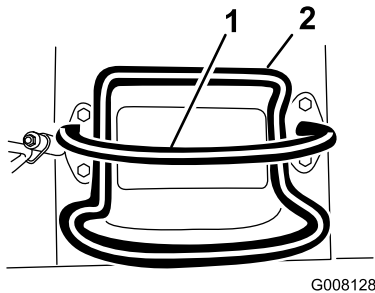

Figure 6
- Pour arrêter la machine, relâchez la commande de déplacement (Figure 6).